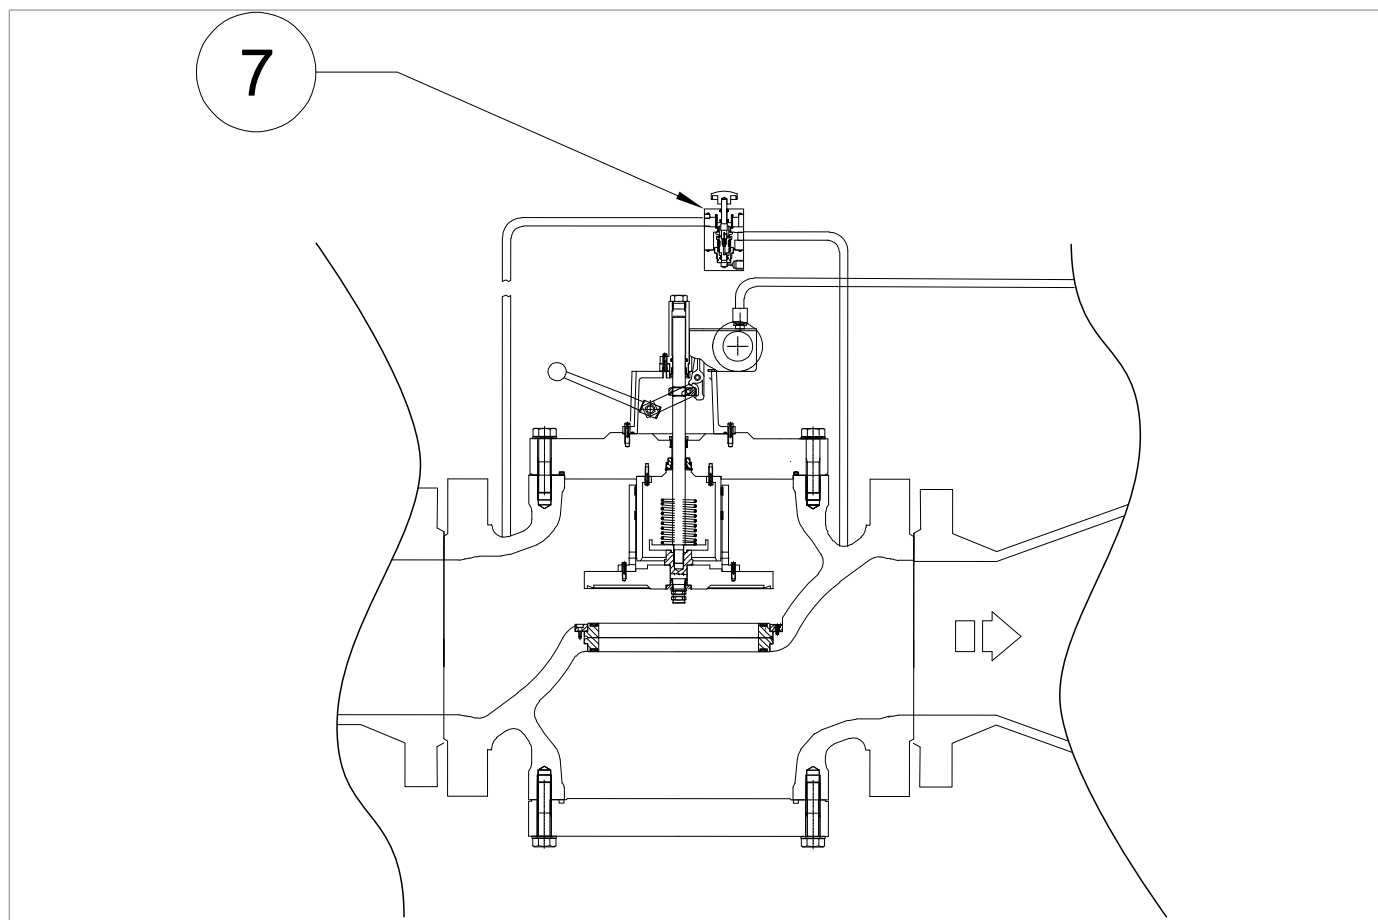
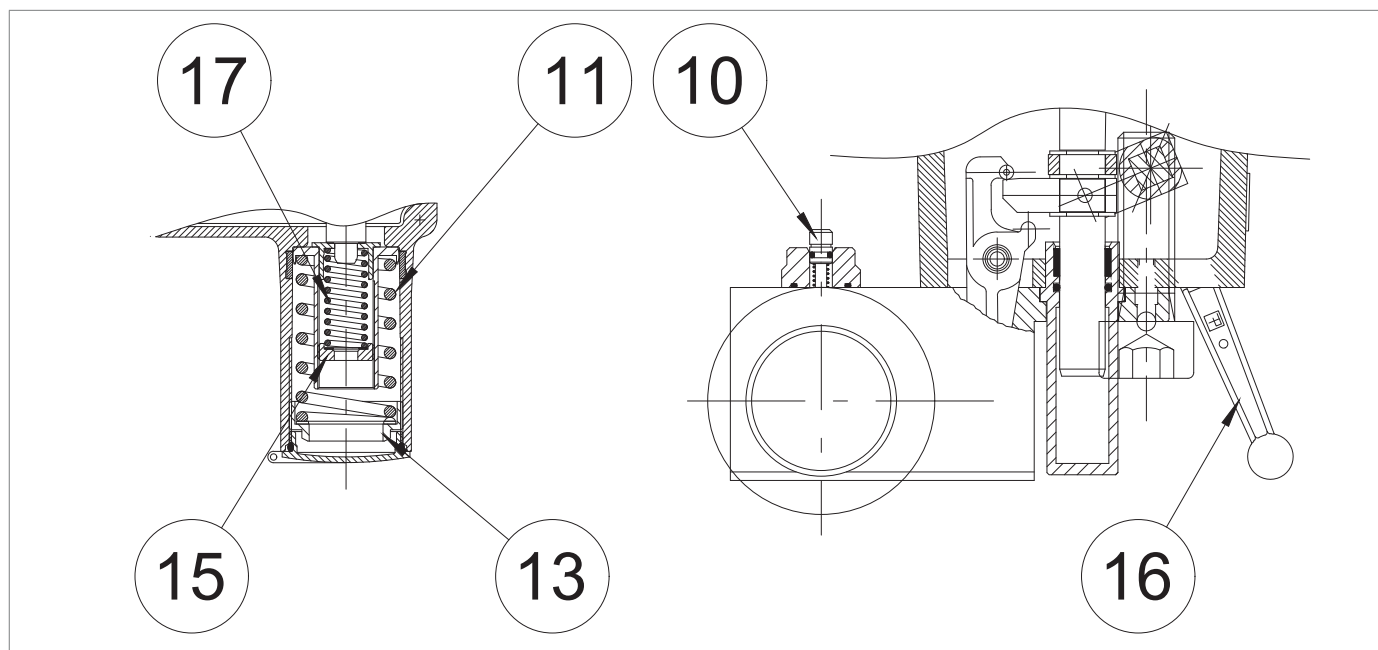

Рис. 8.13. HP2/2 by-pass detail только для 10"
Рис. 8.15. Калибровка реле давления мод. 100
2	<p>Убедитесь, что запорный клапан (3) находится в положении отсечки.</p> <div>  ОБРАТИТЕ ВНИМАНИЕ! </div> <p>Если запорный клапан (3) находится в открытом положении, закройте его с помощью ручной кнопки (Рис. 8.15, сс. 10).</p>
5	<p>а - ОЦЕНКА ОТ 1" ДО 8" Медленно нагнетайте давление в сети или управляющей линии, воздействуя на рычаг сброса (Рис. 8.15, сс. 16) запорного клапана (см. раздел "Эксплуатация" п. 4.2), проверяя, чтобы давление в линии (Dp), показываемое манометром (5), было на 20% ниже значения срабатывания реле давления.</p> <p>б - ПРИМЕНИМО ТОЛЬКО ДЛЯ 10" Медленно подайте давление в транспортирующей линии или линии управления, нажав кнопку байпаса HP2/2 (Рис. 8.13, сс. 7) запорного клапана (см. раздел "Эксплуатация" в п. 4.2), и убедитесь, что давление на выходе (Dp), показываемое манометром на выходе (5), на 20% ниже значения срабатывания реле давления.</p>